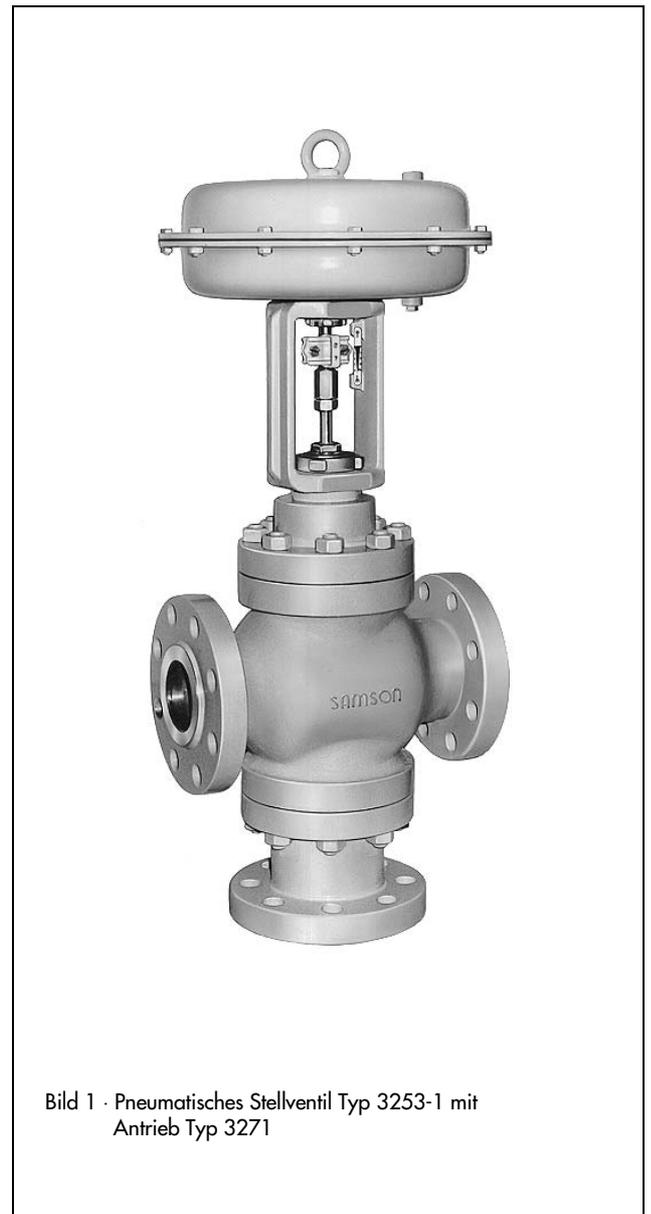

Bild 1 · Pneumatisches Stellventil Typ 3253-1 mit Antrieb Typ 3271
**Typ 3253-1** (Bild 1) · Ventil Typ 3253 und Antrieb Typ 3271 mit 350 bis 2800 cm2 – Einzelheiten siehe T 8310-1 und -2